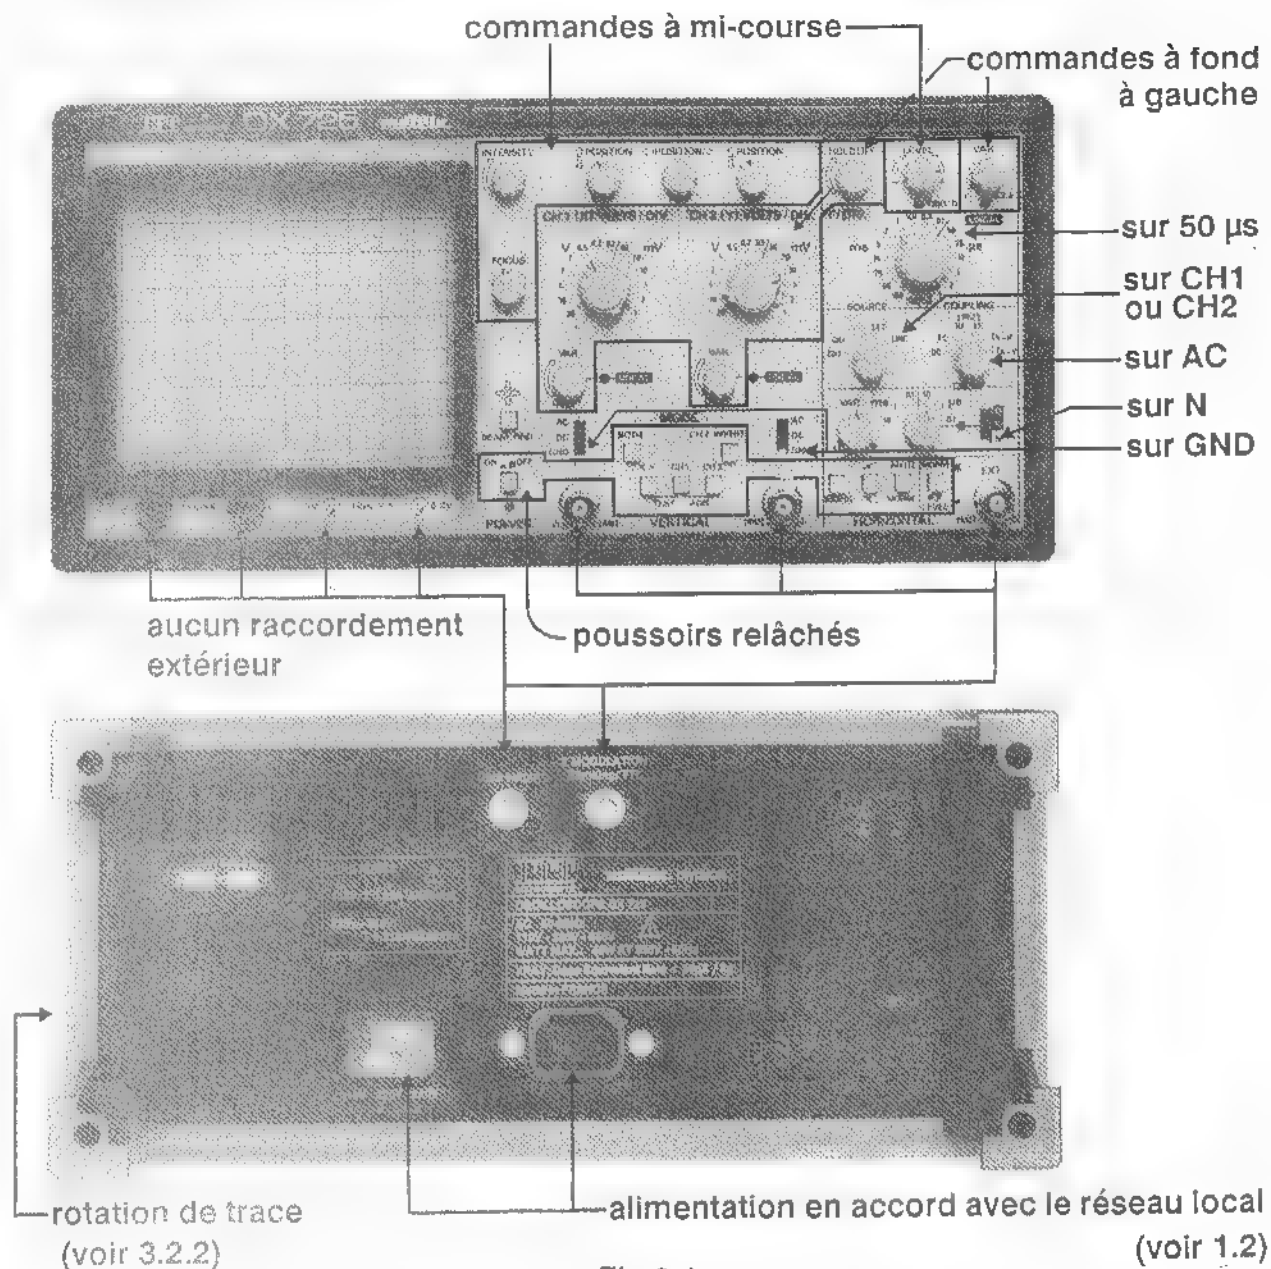

Fig 3.1
*** Remarque :** à ce stade bien observer l'horizontalité des traces à l'écran et si nécessaire les faire coïncider avec les références du graticule **40**. Cet alignement s'effectue par la commande latérale "Rotation de Trace" (voir Fig 3.1 et repère **46** paragraphe 3.1.1).